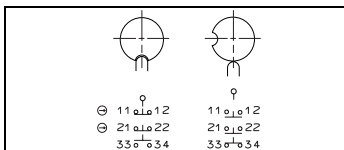

Abb. 2: Schaltelemente und Schaltfunktionen
- Kontaktbelegung siehe Abb. 2.